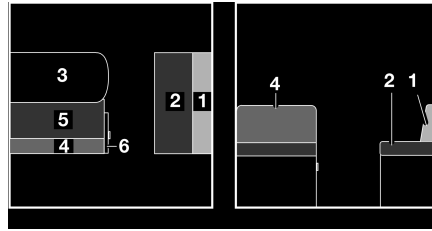

Fig. 123 Antes de la transformación
- Ampliar la mesa (Fig. 123,3) y transformarla en base de cama (véase apartado 7.7).
- Tirar del asidero y abrir la trampa (Fig. 123,6).